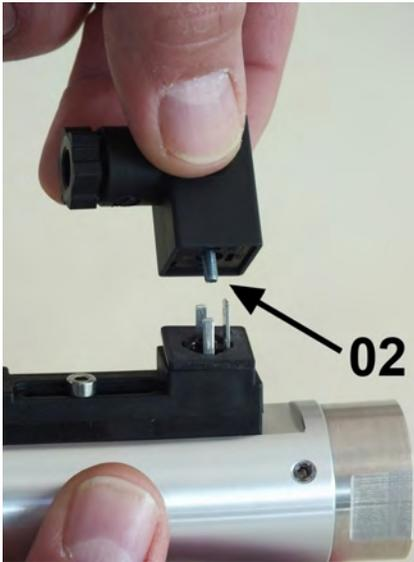

Abb. 54: Steckerdose abziehen
2. ▶ Steckerdose mit dazugehöriger Dichtung (Abb. 54/02) nach oben abziehen